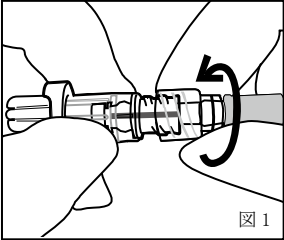

図 1
2. メスコネクタ部のラインを手前にして本体を把持しながら、本品のメスコネクタ部に輸液セット等のオスコネクタ（ロックタイプのもの）を回転させて確実に接続する（図 1）。